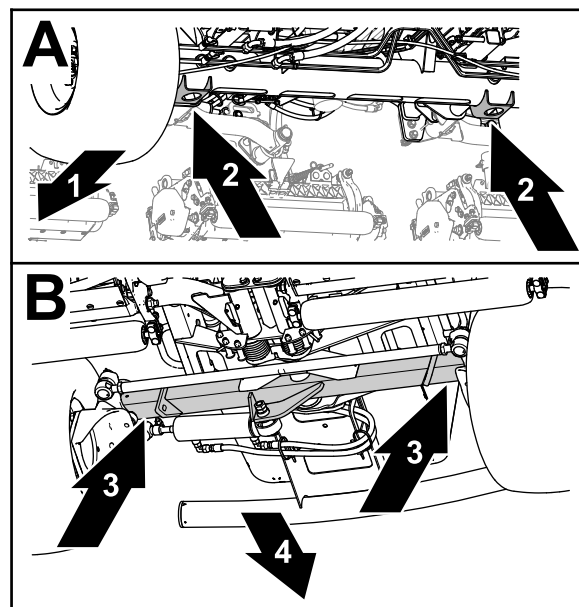

Рисунок 72
- Передняя часть – кронштейны домкратов в трубе переднего моста (Рисунок 72).